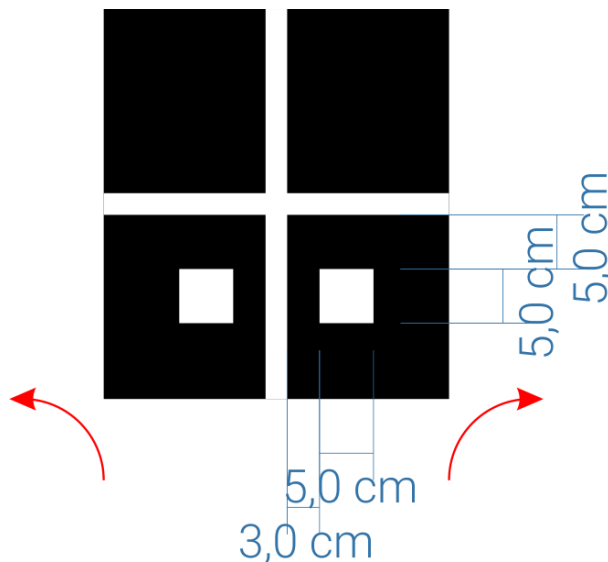

Figura 7. Bifurcação em T.
- d) A identificação das bifurcações em T conta com duas marcas brancas de 5,0 x 5,0 cm posicionadas de maneira simétrica à linha central do percurso (Figura 7), estando a 3,0 cm de cada lado desta e a 5,0 cm da bifurcação. O robô deve decidir, então, para qual lado seguir, sendo que um dos lados acarretará em um trajeto menor. Na reunião de capitães, a ser realizada no primeiro dia do evento, será informado qual lado corresponderá ao menor trajeto.